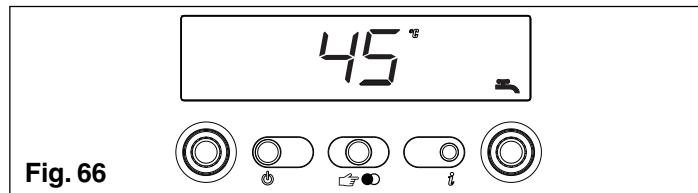

Fig. 66
**Info 4** affiche la température configurée (uniquement chauffe-eau avec sonde, fig. 66).